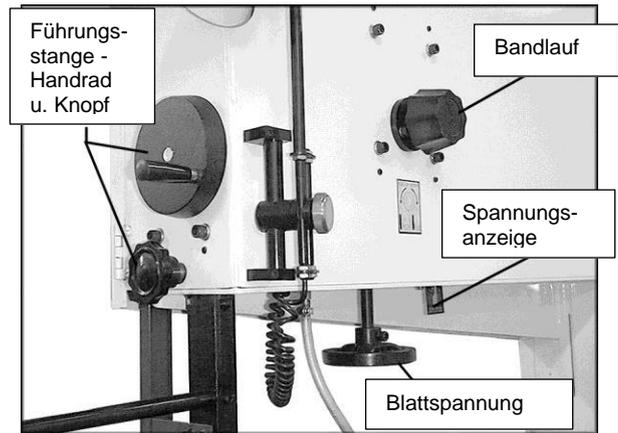
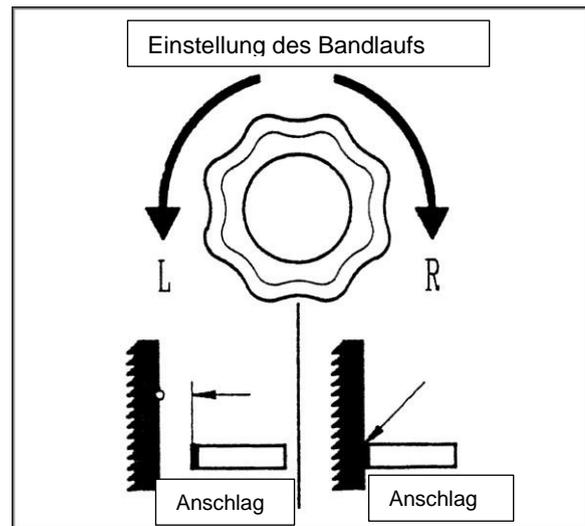

Abb. 6
Abb. 7
4. Lösen Sie das Blatt, indem Sie den Schnellspannhebel (Abbildung 6) nach links bewegen.
Drehen Sie das Bandspannrad nach rechts, um die Blattspannung zu erhöhen, nach links, um die Blattspannung zu verringern. Stellen Sie zunächst die Bandspannung so ein, dass sie der Blattbreite entspricht, wie auf der Blattspannungsanzeige (Abbildung 6) angegeben. Sobald Sie sich mit der Säge vertraut gemacht haben, können Sie die Blattspannung durchaus von der ursprünglichen Spannung abweichend einstellen, je nach Breite des Blattes und dem Schneidgut.
6. Wenn das Blatt nicht richtig läuft, drehen Sie die Bandlauf-Griffschraube (Abbildung 6) im Uhrzeigersinn, um das Band nach vorne zu bewegen (von der Vorderseite der Säge aus gesehen) oder gegen den Uhrzeigersinn, um das Band nach hinten zu bewegen. HINWEIS: Dadurch wird das Blatt auch von den Anschlägen an den Sägeblattführungen weg oder zu diesen hin bewegt, wie in Abbildung 7 dargestellt.
Für ein effektives Schneiden und aus Sicherheitsgründen sollte ein minimaler Abstand zwischen der Werkstückoberseite und der Blattführungsunterseite eingehalten werden. Lösen Sie den Feststellgriff (siehe Abbildung 6) und drehen Sie das Handrad (Abbildung 6), um die Führungsstange anzuheben oder abzusenken, bis die Führungen etwa 4,75 mm vom Werkstück entfernt sind.